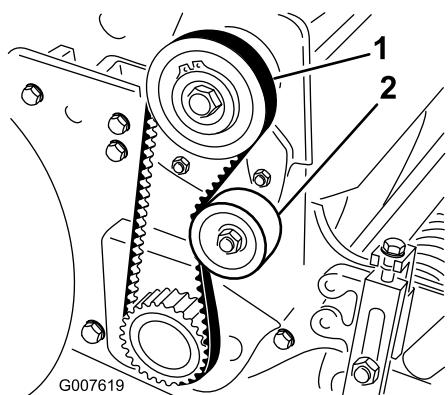

図 34
2. プーリ間の中央（図 34）でベルトを 1.8~2.2 kg程度の力で押して点検します。ベルトのたわみが 6 mm 程度あれば適正です。
- A. アイドラ・プーリ固定ナットをゆるめ、プーリをベルトの背に右回りに押しつけて、適当な張りを出す（図 34）。